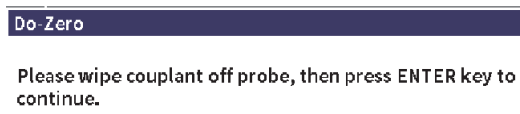

Figura 11-36 Caixa de diálogo Do-Zero
10. Pressione ESC duas vezes para ignorar a página **Configurar Transdutor** e exibir a caixa de diálogo **Do-Zero** (veja Figura 11-36 na página 223).